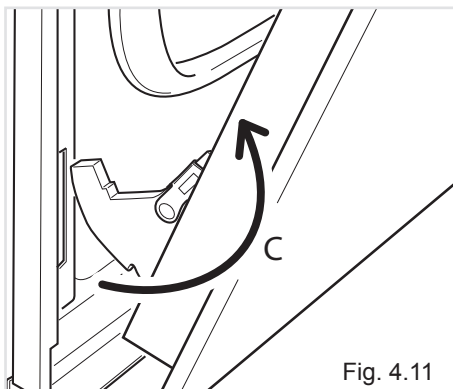

Fig. 4.11
- Estrarre i ganci delle cerniere (destra e sinistra) dal loro alloggiamento (freccia "C" - fig. 4.11).